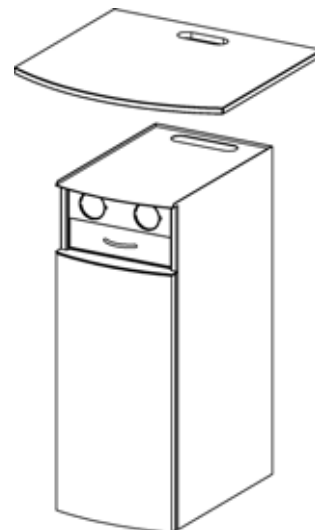

Fig. 9
3.3.3 Bottom cabinet (fig. 9.)